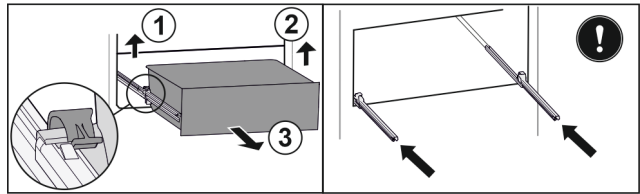

Fig. 211
- Підняти лівий затискач і одночасно висувний ящик ліворуч потягнути вперед. Fig. 211 (1)
- Підняти правий затискач і одночасно висувний ящик праворуч потягнути вперед. Fig. 211 (2)
- Вийняти висувний ящик рухом вперед. Fig. 211 (3)